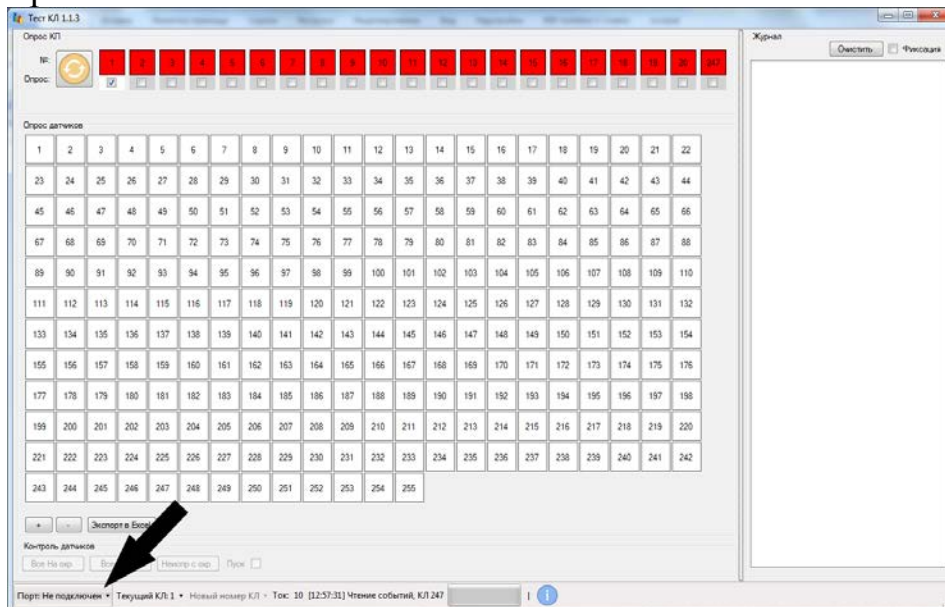

Рисунок 2
4.1.2. В окне «Редактирование списка главных БКУ» в соответствии с проектом номер БКУ и нажать на кнопку ← (см. рисунок 2).